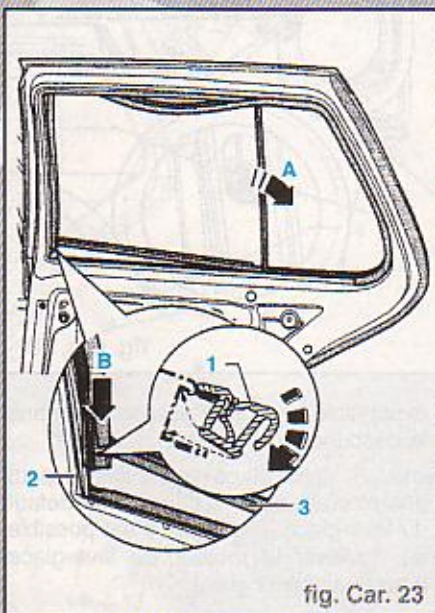

fig. Car. 23
- Mettre en place la glace triangulaire dans la porte (flèche A) (utiliser une solution savonneuse pour faciliter le montage) (fig. Car. 23).